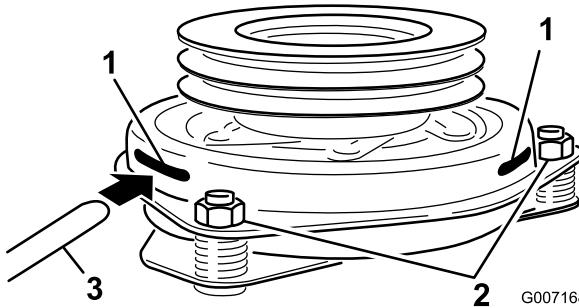

Figura 63
- 8. Introduzca una galga de 0,381 a 0,533 mm por una de las ranuras de inspección en el lateral del conjunto. Asegúrese de que la galga está entre las superficies de fricción del rotor y el inducido (Figura 63).
- 9. Apriete las contratuercas hasta fijar ligeramente la galga pero dejando que ésta se pueda mover con facilidad en la separación (Figura 63).